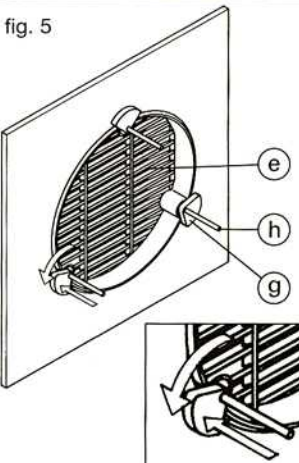

fig. 6a
- vidrio de 3 a 14 mm: Fig. 6a.